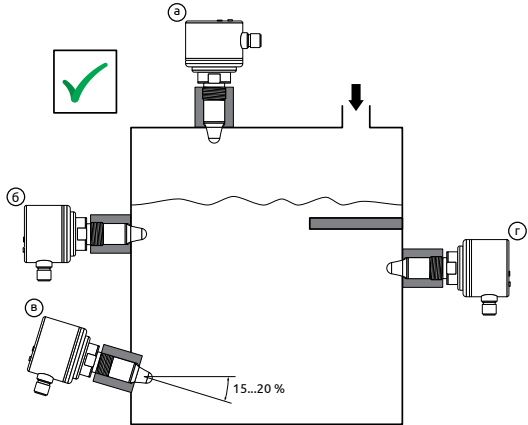

Рисунок 11 - Примеры правильной установки датчиков
- Датчик может устанавливаться в горизонтальном или вертикальном положениях (см. рисунок 11).
- При горизонтальном монтаже рекомендуется обеспечить острый угол к горизонту 15-20 градусов (см. рисунок 11, в). Это позволит уменьшить ударное воздействие и налипание на чувствительный элемент датчика.
- Датчик должен устанавливаться на достаточном удалении от загрузочного отверстия емкости (см. рисунок 11, а, б). Это позволит защитить сенсор датчика и предотвратить ложную индикацию уровня в процессе наполнения емкости. Если обеспечить данное условие невозможно, то требуется закрыть чувствительный элемент датчика защитной пластиной (см. рисунок 11, г)..